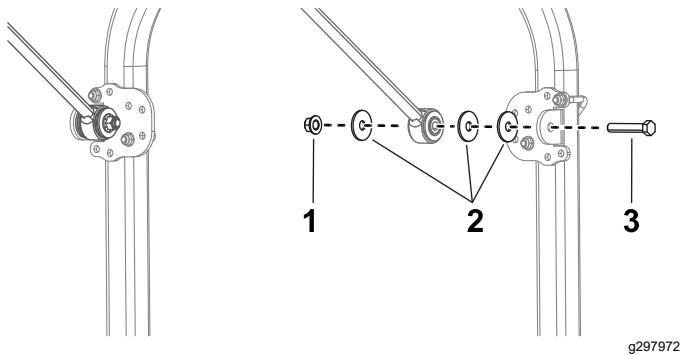

Figure 13
13. De chaque côté de la machine, fixez légèrement un support à chaque renfort à l'aide d'un boulon ($\frac{1}{2}$ " x $2\frac{3}{4}$ "), de 3 grandes rondelles et d'un écrou à embase ($\frac{1}{2}$ "), comme montré à la Figure 13.